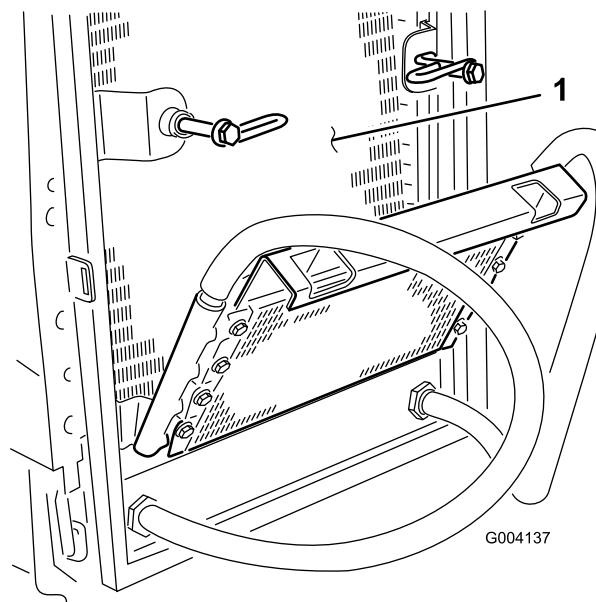

図 50
6. オイルクーラとラジエターの裏表を 図 50 圧縮空気ですでいに清掃する。